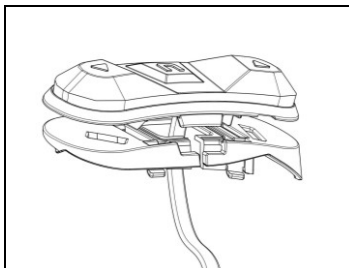
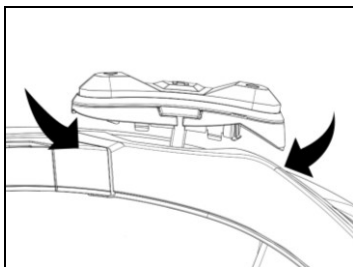

Fig. 19
Fig. 20
- Ruotare il supporto tastiera in modo da posizionarlo come in Fig. 19 e agganciarlo alla tastiera (Fig. 20).